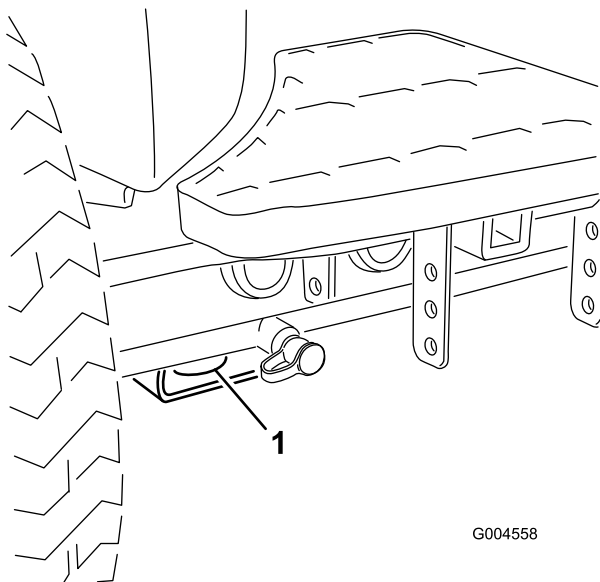

Figure 46
- Avant – trou du patin rectangulaire, sous le tube d'essieu, à l'intérieur de chaque roue avant (Figure 46).